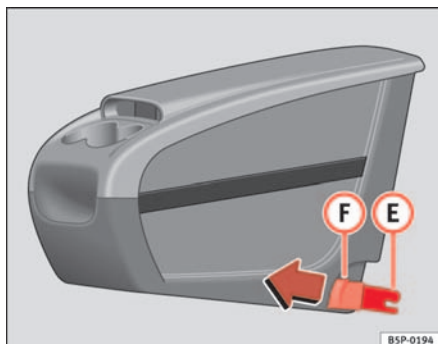
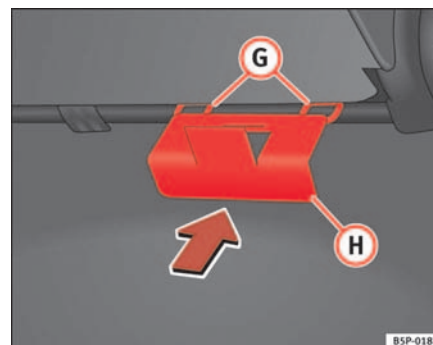

Abb. 109 Zusätzliche Ablage. Anbringen
Abb. 110 Halteplatte der zusätzlichen Ablage
- Die Halteplatte (H) ⇒ Abb. 110 der zusätzlichen Ablage vom Fahrzeuginnern aus auf der Rückseite des Sitzes befestigen. Sie muss sich zwischen der Lehne und dem Sitzkissen im Bereich des mittleren Rücksitzes befinden.
- Die beiden Befestigungselemente **(E)** ⇒ Seite 145, Abb. 109 zu den beiden Befestigungsringen **(G)** ⇒ Seite 145, Abb. 110 ausrichten und die beiden Klammern vollständig in die Befestigungsringe eindrücken.
- An den Knöpfen ⇒ Seite 145, Abb. 109 **(F)** der Klammern nach vorne ziehen (rote Knöpfe), bis sie hörbar ausgehängt sind.